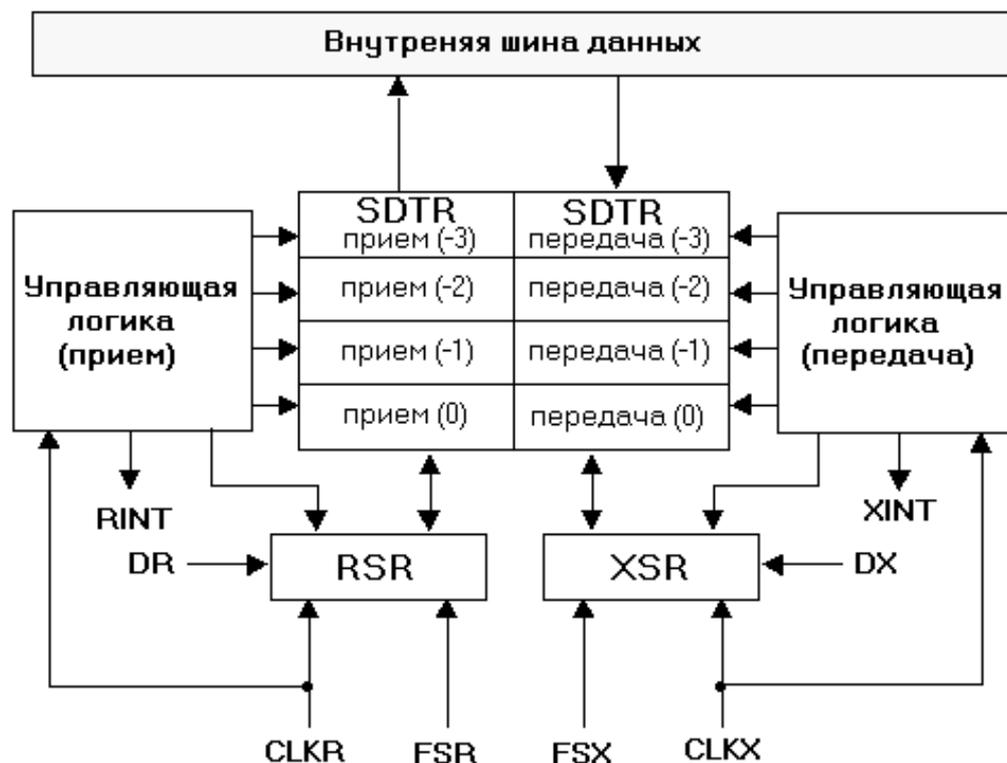

Рис. 4.26. Структурная схема последовательного порта
В число периферийных устройств ПЦОС TMS320F206 входит синхронный последовательный порт (рис. 4.26). Он позволяет осуществить непосредственную связь с последовательными устройствами, такими как кодеки и последовательные АЦП.
Приведенные на рис. 4.26 сигналы имеют следующее назначение:
*RSR* – синхронный регистр приема последовательного порта. Каждое слово данных, принимаемое по линии сигнала *DR*, вдвигается “старшим битом вперед” в этот регистр по одному биту в течение одного периода синхронизирующего сигнала *CLKR*. После того, как слово данных окажется полностью записанным в рассматриваемый регистр, его содержимое в соответствии с рис. 4.26 переписывается в нижнюю ячейку (прием (0)) принимающего FIFO-буфера.
*XSR* – синхронный передающий регистр последовательного порта. Каждое слово данных, в соответствии с рис. 4.26 передается из ячейки нижнего уровня передающего FIFO-буфера (передача (0)) в этот регистр. После завершения процесса переноса данных в регистр, *XSR* выдвигает данные “старшим битом вперед” по выводу последовательной передачи *TX*.